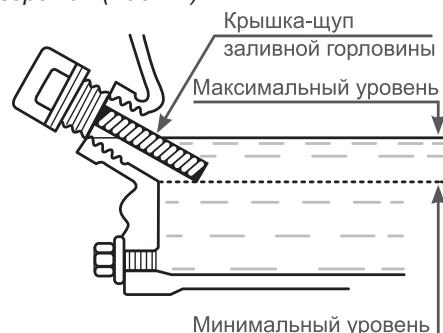

Рис. 27 Проверка уровня масла
Максимальный уровень масла в картере соответствует нижней кромке заливного отверстия (Рис. 27).
- При недостаточном уровне масла в картере необходимо долить чистое масло до верхней отметки на щупе, что соответствует нижней кромке заливного отверстия (Рис. 27).